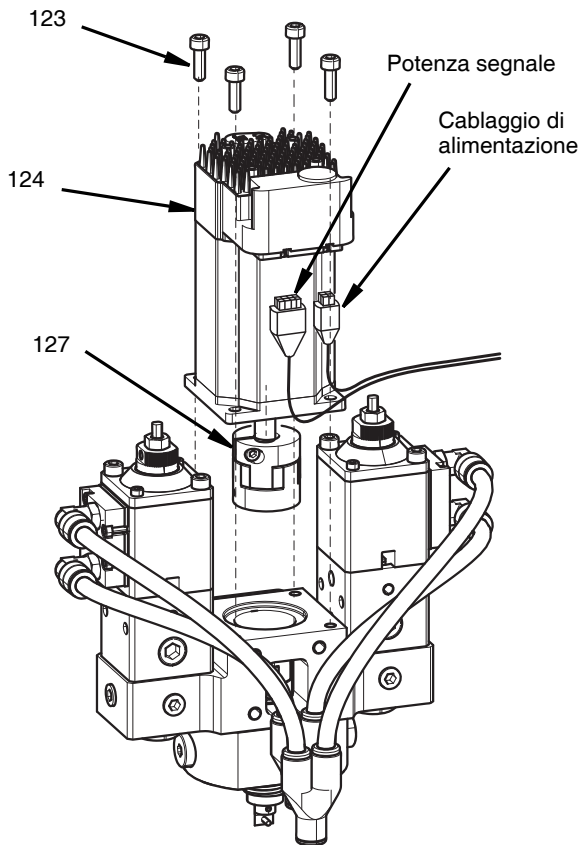

FIG. 35
5. Rimuovere le quattro viti M5 x 16 (123) con una chiave a brugola da 4 mm.
6. Rimuovere il motore (124). Vedere FIG. 35,